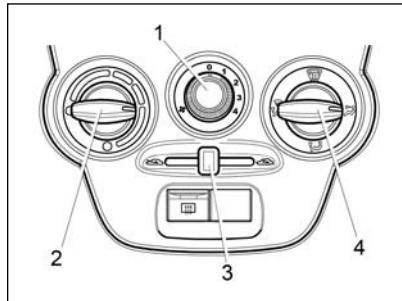
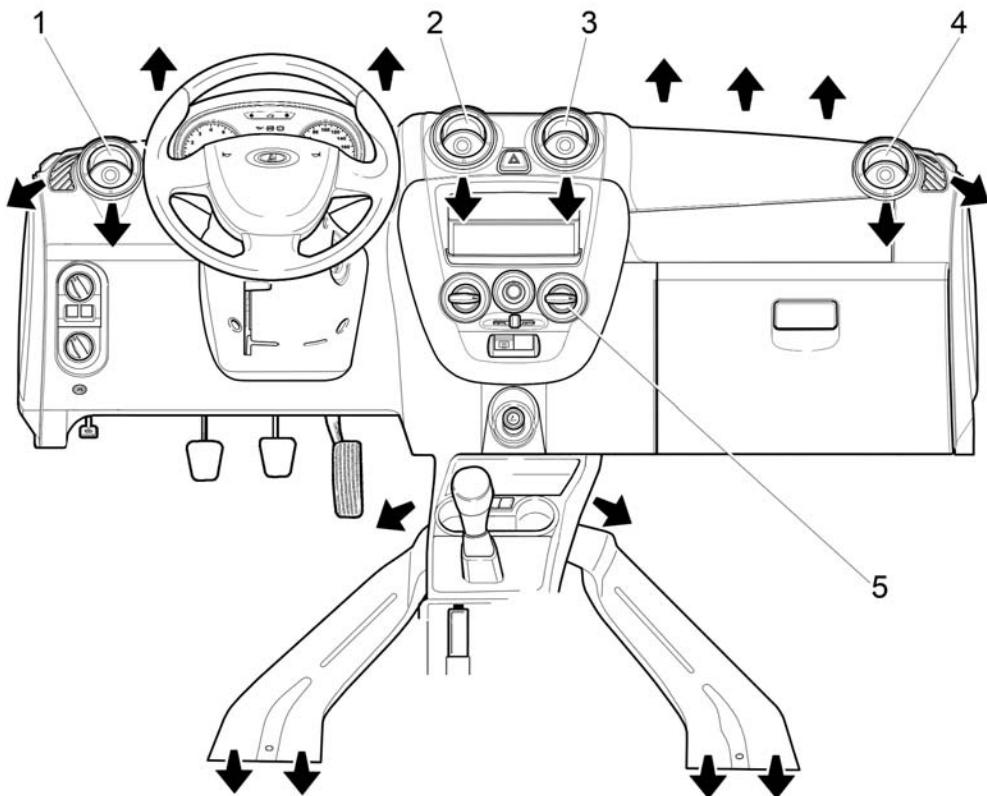
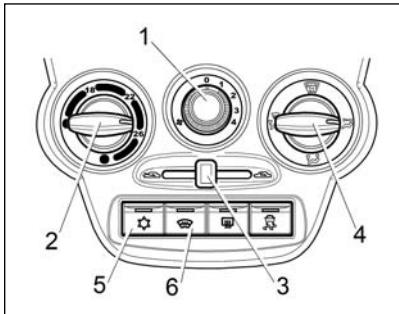

Рис. 38. Блок управления системой вентиляции и отопления
Рис. 39. Направления потоков воздуха из дефлекторов и воздуховодов
Рис. 40. Блок управления климатической системой (в вариантом исполнении)
Отопительно-вентиляционная установка автомобиля предназначена для создания в салоне комфортной температуры воздуха, значение которой регулируется блоком управления системой вентиляции и отопления (рис. 38). Однако она не может обеспечить в салоне температуру ниже, чем имеет наружный воздух.
Непосредственным воздействием на дефлекторы сопел 1, 2, 3 и 4 (рис. 39) регулируется интенсивность подачи воздуха путем изменения положения дефлекторов вплоть до полного их закрытия. Открытие нужного сопла производится нажатием на специальное углубление в дефлекторе. Вращением дефлектора регулируется направление воздушного потока.
- **рукоятку 4** (см. рис. 38) установить в зависимости от желаемого направления потока;
- **сопла 1 и 4** (см. рис. 39) отрегулировать по направлению и силе потока (рукояткой переключателя 2, см. рис. 38), в зависимости от желаемого направления и силы потоков;
– **рукоятку 3** (см. рис. 38 и рис. 40) перевести в крайнее левое положение
– **рукоятку 4** (см. рис. 38) установить в положение
– **сопла 1 и 4** (см. рис. 39) направить на соответствующие боковые стекла в зону наибольшего запотевания;
– **рукоятку 2** (см. рис. 38) установить в положение подачи максимально теплого воздуха (красная точка) в холодное время года (максимально холодного воздуха в теплое время года, кроме того, рекомендуется включать кондиционер при наличии);
– **рукоятку 1** (см. рис. 38) поставить на скорость в зависимости от степени запотевания стекол.
При мойке автомобиля нельзя включать вентилятор климатической системы, что соответствует положению «0» рукоятки 1 (см. рис. 38).
– **рукоятку 2** (см. рис. 38) установить в положение подачи максимально теплого воздуха;
– **сопла 1 и 4** (см. рис. 39) направить на соответствующие боковые стекла в зону наибольшего обледенения;
– **рукоятку 1** (см. рис. 38)
– рукоятку 4 (см. рис. 38) установите в желаемое положение направления потоков воздуха;
После мойки автомобиля в холодное время года при температуре окружающего воздуха ниже 0 °C рекомендуется включать вентилятор системы вентиляции и отопления салона переключателем 1 (см. рис. 38 и 40) на 3-4 скорость на время около 2-3 минут.
В вариантом исполнении (см. рис. 40) климатическая установка имеет дополнительный режим кондиционирования, обеспечивающий охлаждение воздуха, подаваемого в салон автомобиля. При этом логика и алгоритмы управления, описанные выше для системы вентиляции и отопления, верны и для климатической установки с кондиционером.
2. Включите вентилятор, установив **рукоятку 1** (см. рис. 40) в одно из положений «1», «2», «3» или «4».
В положении  рукоятки 4 хотя бы одно из сопел 1, 2, 3 или 4 (см. рис. 39) должно быть открытым, иначе теплообменник охлаждения воздуха (испаритель) может обледенеть и перекрыть подачу воздуха в салон.
Для установки желаемой температуры воздуха в салоне поверните **рукоятку 2** (см. рис. 40) по часовой стрелке для повышения, против часовой стрелки для понижения. Температура будет поддерживаться автоматически в пределах производительности климатической установки и установленного допуска.
2. Поверните **рукоятку 2** (см. рис. 40 против часовой стрелки влевое положение до упора (синяя точка на блоке управления).
3. Установите **рукоятку 4** своей меткой напротив символа  . **Сопла 1 и 4** (см. рис. 39) панели приборов должны быть открытыми.
4. **Рукояткой 1** (см. рис. 40) включите максимальную скорость вентилятора климатической установки (положение «4»).
Для включения/выключения ЭОВС нажмите **кнопку 6** (см. рис. 40), при включении загорается индикатор на кнопке выключателя. Контрольный световой индикатор, расположенный на кнопке выключателя, будет светиться желтым светом в течение всего времени работы системы электрообогрева. Система ЭОВС функционирует только при работающем двигателе.